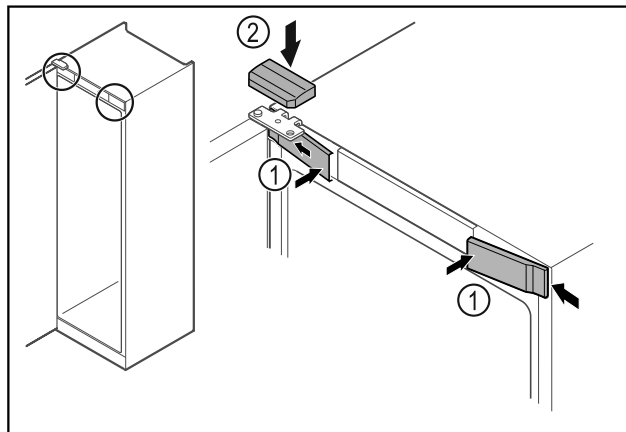

Fig. 62
- ▶ Зацепите скобу и защелкните передние крышки Fig. 62 (1).
- ▶ Защелкните верхнюю крышку Fig. 62 (2) сверху.